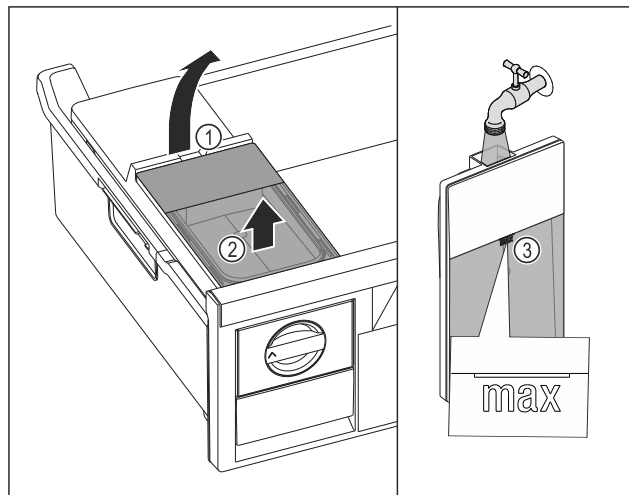

Fig. 81
- ▶ Zvedněte nádržku na vodu za vybrání Fig. 81 (1).
- ▶ Vyjměte nádržku na vodu nahoru. Fig. 81 (2)
- ▶ Naplňte nádržku na vodu pitnou vodou až po značku Fig. 81 (3).